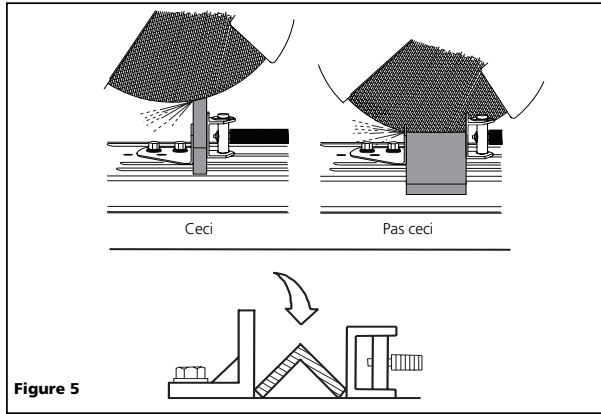

Figure 5
- La scie à tronçonner coupera plus efficacement si la roue coupe la section la plus mince possible tel qu'illustré à la figure 5. Pour un travail à angle, placer l'ouverture aiguë vers le bas sur la table de travail tel qu'illustré à la figure 5. Ceci offre une coupe efficace de la roue abrasive.